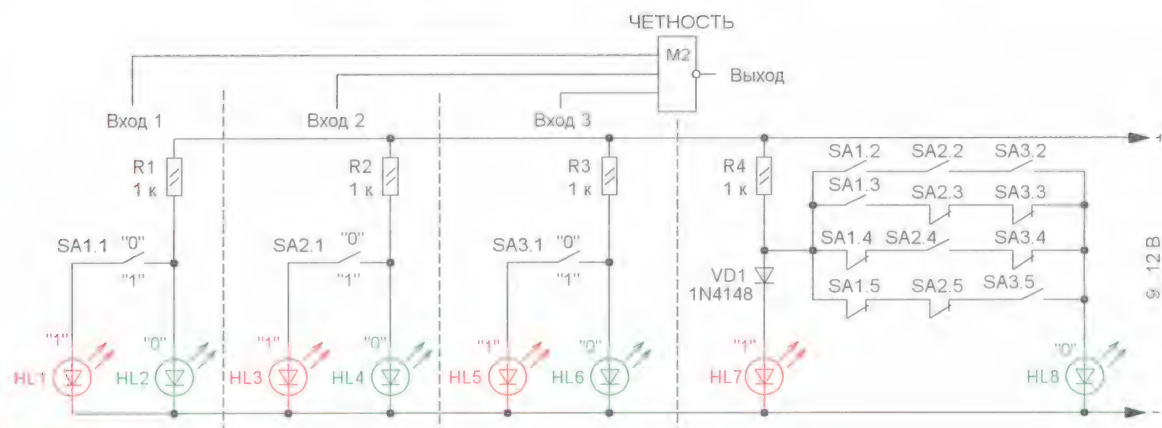

Рис. 2
**"ЧЁТНОСТЬ"** — логический элемент, имеющий несколько входов и один выход, уровень лог. 1 на котором появляется только при условии, что такой уровень одновременно присутствует на чётном числе его входов (рис. 2).